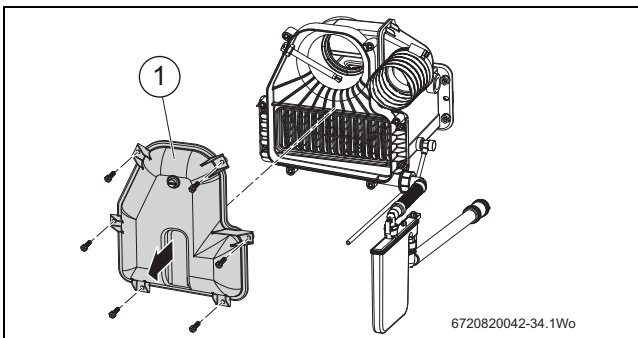

Fig. 71
Véanse las fig. 71 y 72.
- ▶ Véase la fig. 71 y volver a instalar la tapa de acceso [1] del colector de gases y fijar con tornillos.